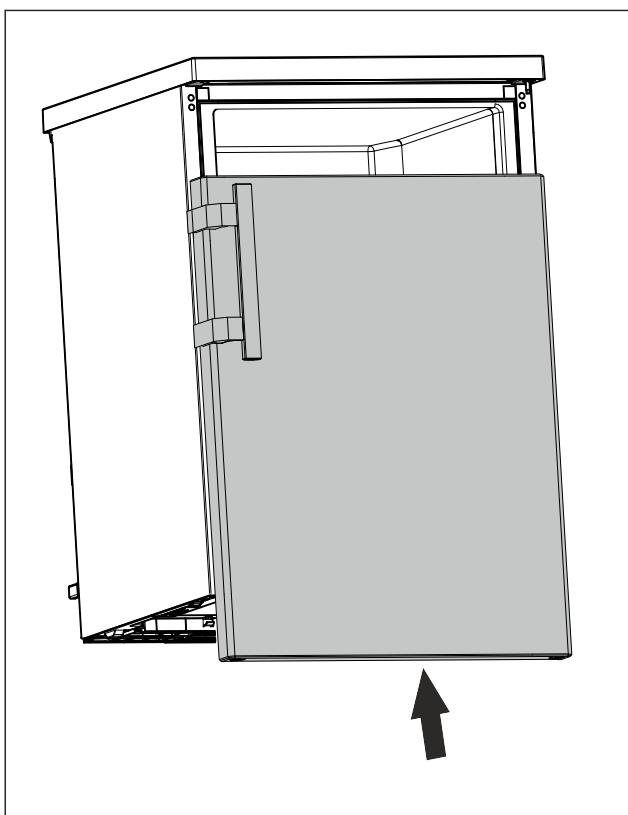

Fig. 15
- Pomičite zatvorena vrata do gornjeg svornjaka. (pogledajte Fig. 15)